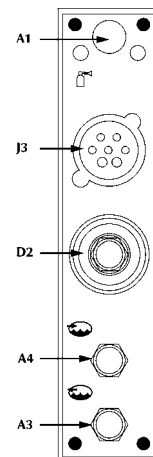

Fig. 9
- Conectar el haz de cables a la toma D2 / J3 (fig. 9) y los tubos del líquido de enfriamiento si se utilizan a las tomas A3 / A4.
- Conectar el tubo del gas a la conexión posterior (fig. 9) de 1/4 de pulgada.